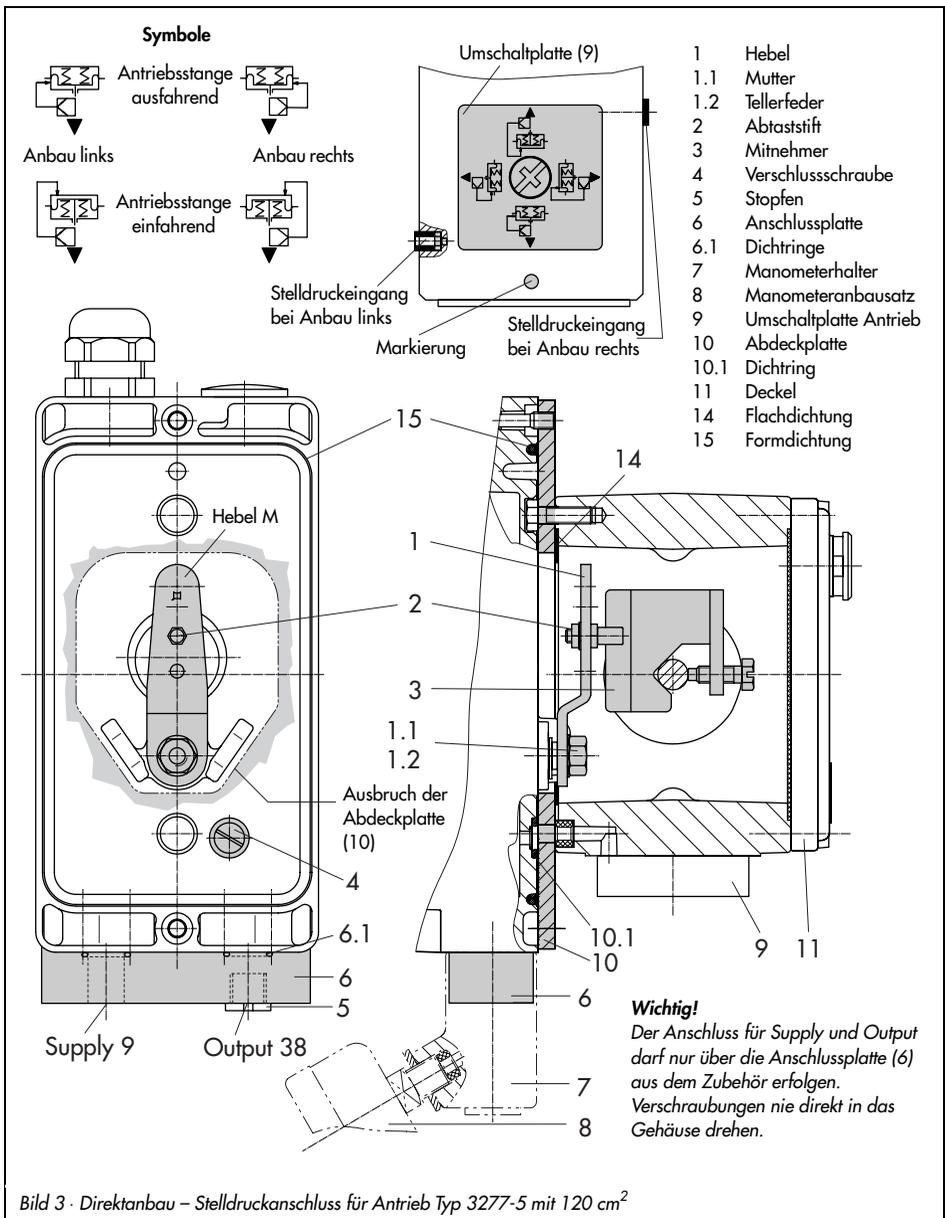

Bild 3 · Direktanbau – Stelldruckanschluss für Antrieb Typ 3277-5 mit 120 cm²
1. Anschlussplatte (6) oder Manometerhalter (7) mit Manometern am Stellungsregler montieren, auf richtigen Sitz der beiden Dichtringe (6.1) achten.
2. Verschlusschraube (4) auf der Stellungsreglerrückseite entfernen und den Stelldruckausgang "Output 38" an der Anschlussplatte (6) bzw. am Manometerhalter (7) mit dem Stopfen (5) aus dem Zubehör verschließen.
3. Mitnehmer (3) an die Antriebsstange setzen, ausrichten und so festschrauben, dass die Befestigungsschraube in der Nut der Antriebsstange sitzt.
4. Abdeckplatte (10) mit schmaler Seite des Ausbruches (Bild 3 links) in Rich-